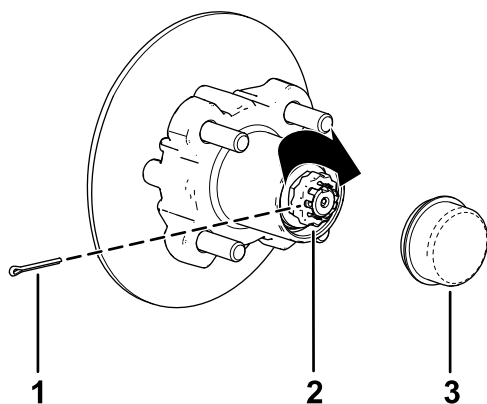

Figura 26
8. Instale o retentor por cima da porca e verifique o alinhamento da ranhura no retentor e o orifício no eixo para o contrapino (Figura 26).
9. Coloque o contrapino e dobre as pernas em torno do retentor (Figura 26).
10. Coloque o tampão antipoeira no cubo (Figura 26).